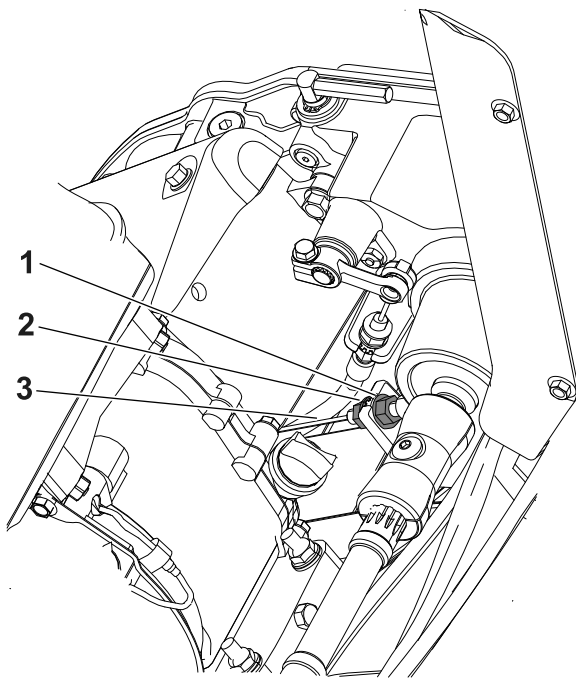

Figura 40
2. Afloje la tuerca autoblocante trasera y apriete la tuerca autoblocante delantera (Figura 40).